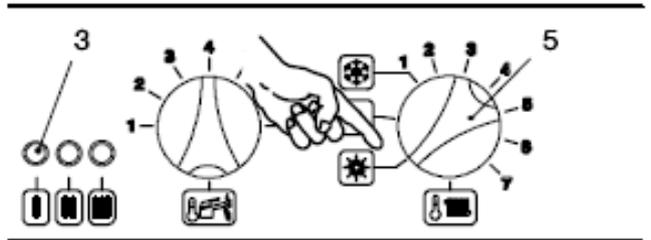

Fig. 2.4.
- Colocar o comutador 5, conforme indicado na fig. 2.4.; o indicador luminoso 3, pisca com intermitência de aproximadamente cada segundo.